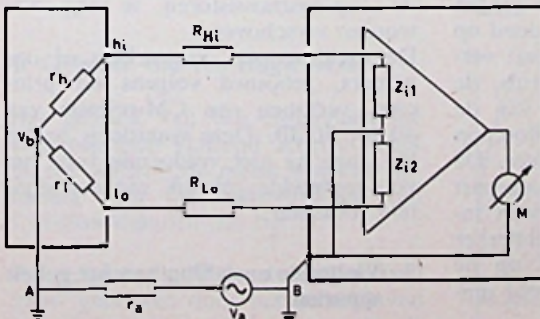

Fig. 5
t.o.v. de meest voorkomende waarden voor Z_i (min 1 M Ω). Hun invloed op de onbalans kan in ieder geval verwaarloosd worden t.o.v. de ruis, de inwendige weerstandsruis of van de lineariteitsfouten van een oscilloscoop of van een XY- of Xt-schrijver. De common mode spanningen toegepast op gelijke manier aan de twee ingangen van een differentieelversterker heeft bijgevolg geen invloed op de meting daar deze CM niet werd omgezet in SM-signalen (fig. 5).